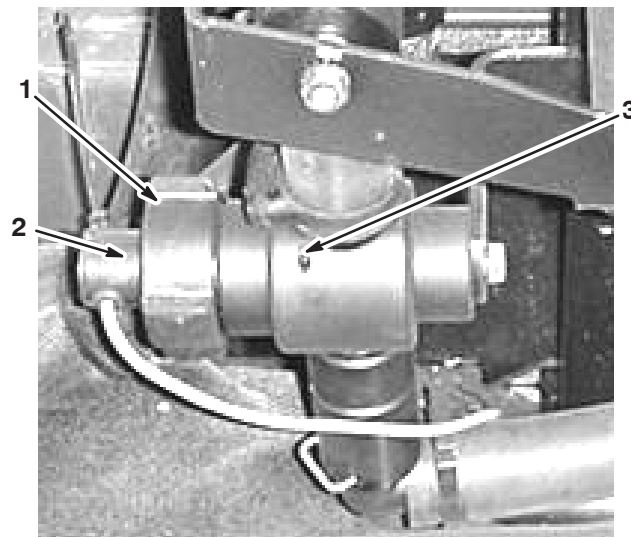

Figure 60
1. Retirez le capuchon de retenue du corps du débitmètre (Fig. 60).